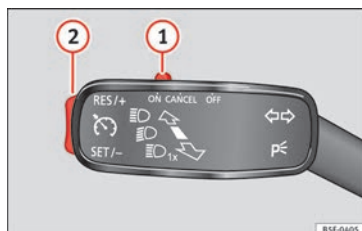

Fig. 41 Voir emplacement à la page 7-8
- Connecter le GRA : déplacez le contacteur » fig. 41 ① sur **ON**. Le système s'allume.
- Activer le GRA : appuyez sur le bouton » fig. 41 ② dans la zone **SET/-**. La vitesse fixée est alors mémorisée et maintenue.
- Déconnecter le GRA temporairement : déplacez le contacteur » fig. 41 ① sur **CANCEL** ou appuyez sur la pédale de frein. Le réglage est désactivé temporairement.
- Reconnecter le GRA : appuyez sur le bouton » fig. 41 ② sur **RES/+**. La vitesse mémorisée sera de nouveau enregistrée et régulée.
- Augmenter la vitesse programmée pendant le réglage du GRA : appuyez sur le bouton ② sur **RES/+**. Le véhicule accélère jusqu'à la nouvelle vitesse enregistrée.
- Réduire la vitesse programmée pendant le réglage du GRA : appuyez sur le bouton ② sur **SET/-** pour réduire 1 km/h (1 mph). La vitesse est réduite jusqu'à atteindre la nouvelle vitesse enregistrée.
- Déconnexion du GRA : déplacez le contacteur » fig. 41 ① sur **OFF**. La vitesse mémorisée est effacée et le système est déconnecté.